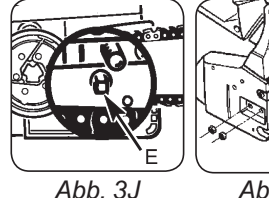

Abb. 3J
9. Stellen Sie sicher, dass sich alle Antriebsglieder in der Rille der Schiene befinden (Abb. 3J).